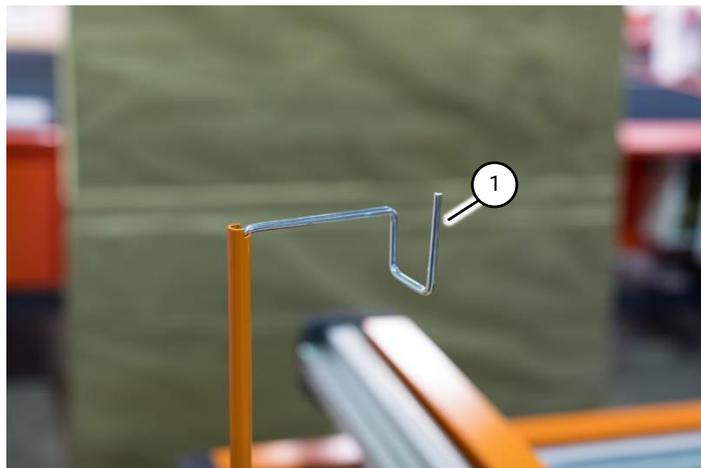

Abb. 21 Brennerleitungshaken
2. Den Brennerleitungshaken in die Oberseite des Kabelhalters einführen (Abb. 21 (1)).